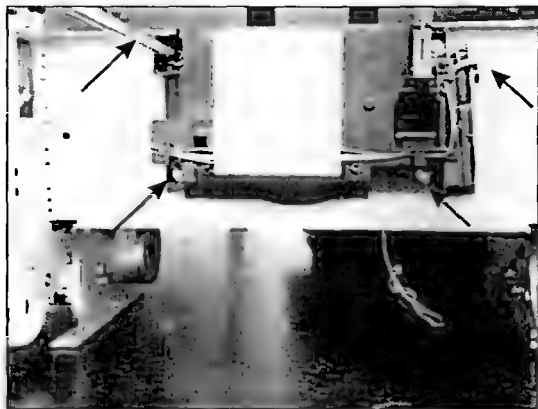

Рис. 6.18
- Откручивают четыре винта крепления лазер-сканера к металлическому основанию (на рис. 6.18 показаны стрелками).